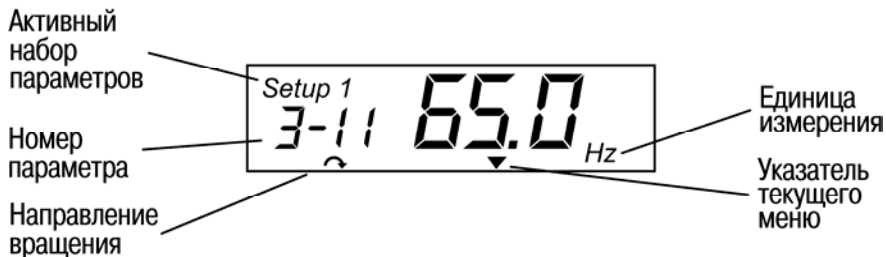

Рисунок 4.1 – ЛПО1 – Локальная панель оператора (с потенциометром) ПЧВ. Элементы индикации и управления
3.1.1.1 Лицевая панель прибора, рисунок 4.1, разделена по вертикали на два отсека: